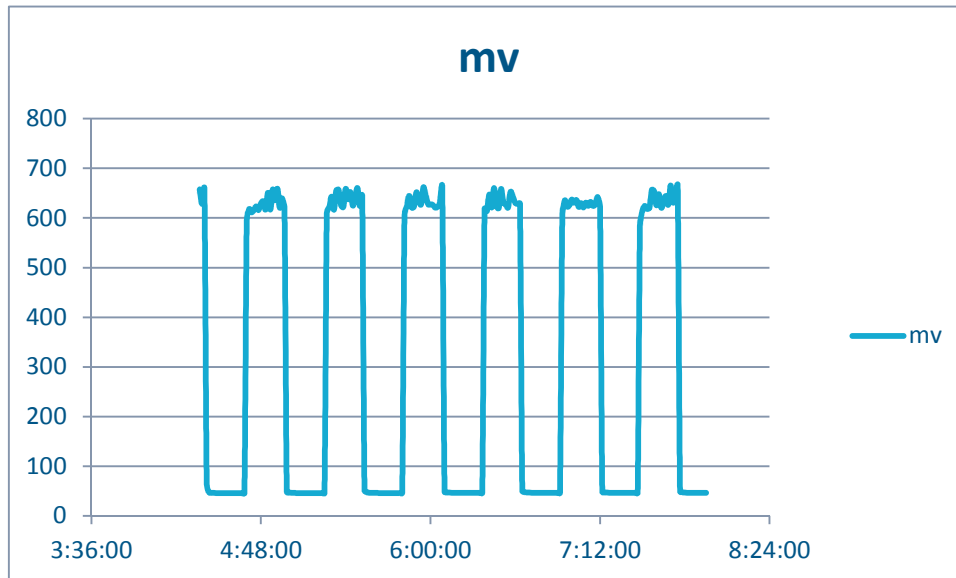

Abbildung 1: Entstandener Puls zwischen Edelstahlfilter und Magnesiumanode (in mV).
Diese Leiterplatte hat die Funktion, den Strom zu regeln und einen Puls abzugeben. Daneben wird der Anodenstrom dazu verwendet, die Leiterplatte anzusteuern. Die Leiterplatte benötigt daher keine Batterie oder Stromversorgung. Die Leiterplatte funktioniert folgendermaßen: Zuerst wird ein Kondensator auf ungefähr 5 Volt geladen (Potential hoch), zu einem gegebenen Zeitpunkt wird die Anode über einen FET (Transistor) kurzgeschlossen, wodurch das Potential niedrig ist. Auf diese Art entsteht der Puls. Siehe Abbildung 1.
1. Schließen Sie das Multimeter (Voltmeter) zwischen + und - am Gehäuse an. Es muss ein Puls zwischen 50-150 und 500-700 mV entstehen (siehe Abbildung 1). Die exakte Pulsgröße ist abhängig von den Abmessungen des Filters und der Leitfähigkeit sowie der Temperatur des Wassers.